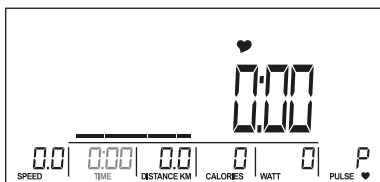

Рис. 19
3. За допомогою регулятора встановіть значення функції TIME (Рис. 19).